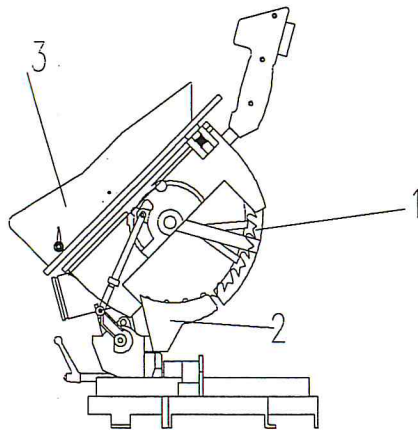

Fig. 16
H.2. PROTECCIONES MECÁNICAS (Fig. 16)
* PROTECCIÓN DE SEGURIDAD FRONTAL DE LA SIERRA (1)